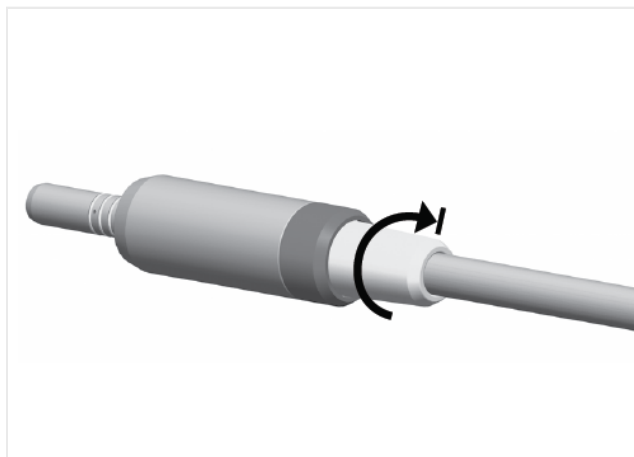

FIG. 3
4. Håll ordentligt i motorn och skruva på slanghylsan helt på den bakre motoranslutningen (FIG. 3).